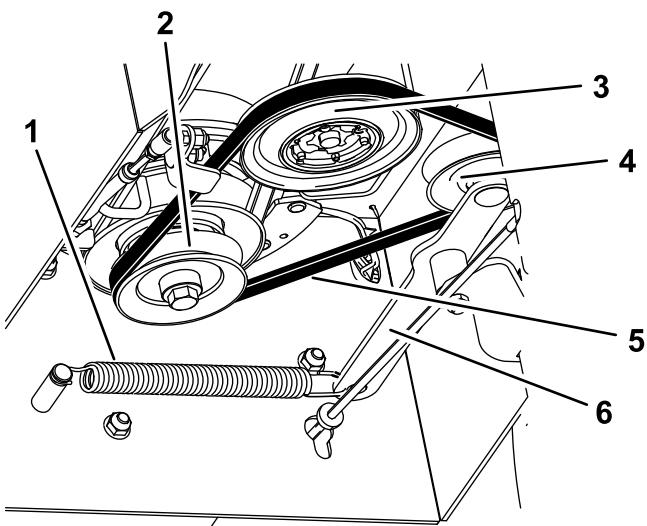

Figura 30
4. Retire el muelle de extensión del brazo tensor (Figura 30).
- Pase la correa nueva alrededor de las poleas del embrague, la transmisión y las poleas tensoras (Figura 30).